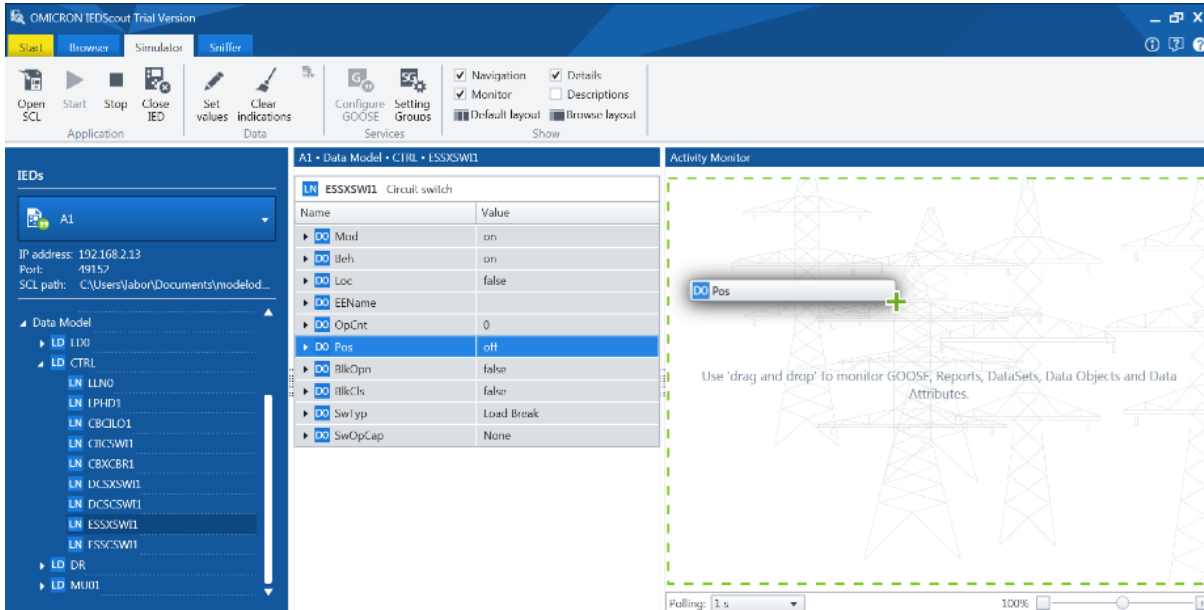
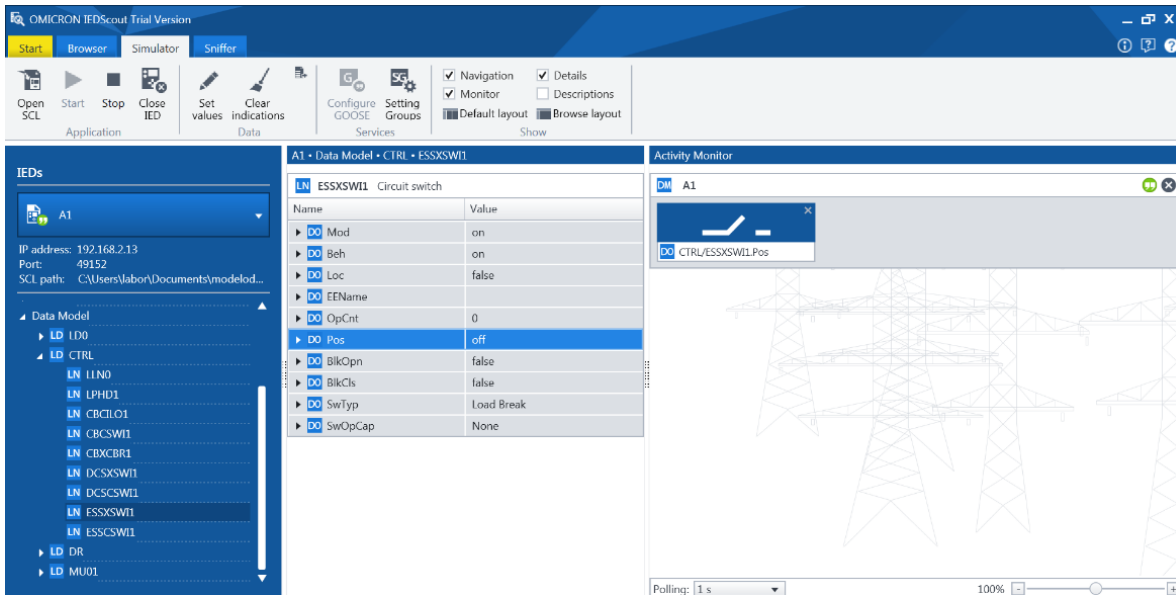

Imagen 417_ Selección de interruptor para visualización en IEDScout.
Imagen 418_Monitoreo del estado de el interruptor en IEDScout.
6.1.13 Para visualizar de manera física la posición del interruptor arrastraremos el recuadro de “Pos” a la ventana “Activity Monitor” como en la **Imagen 417**, podemos observar ahora tenemos una representación visual del estado del interruptor en la **Imagen 418**.